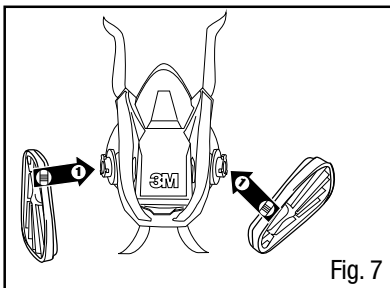

Fig. 7
1. Aligner l'encoche située sur le bord de l'adaptateur 603 avec la marque située sur le masque comme l'indique l'illustration (Fig. 7).